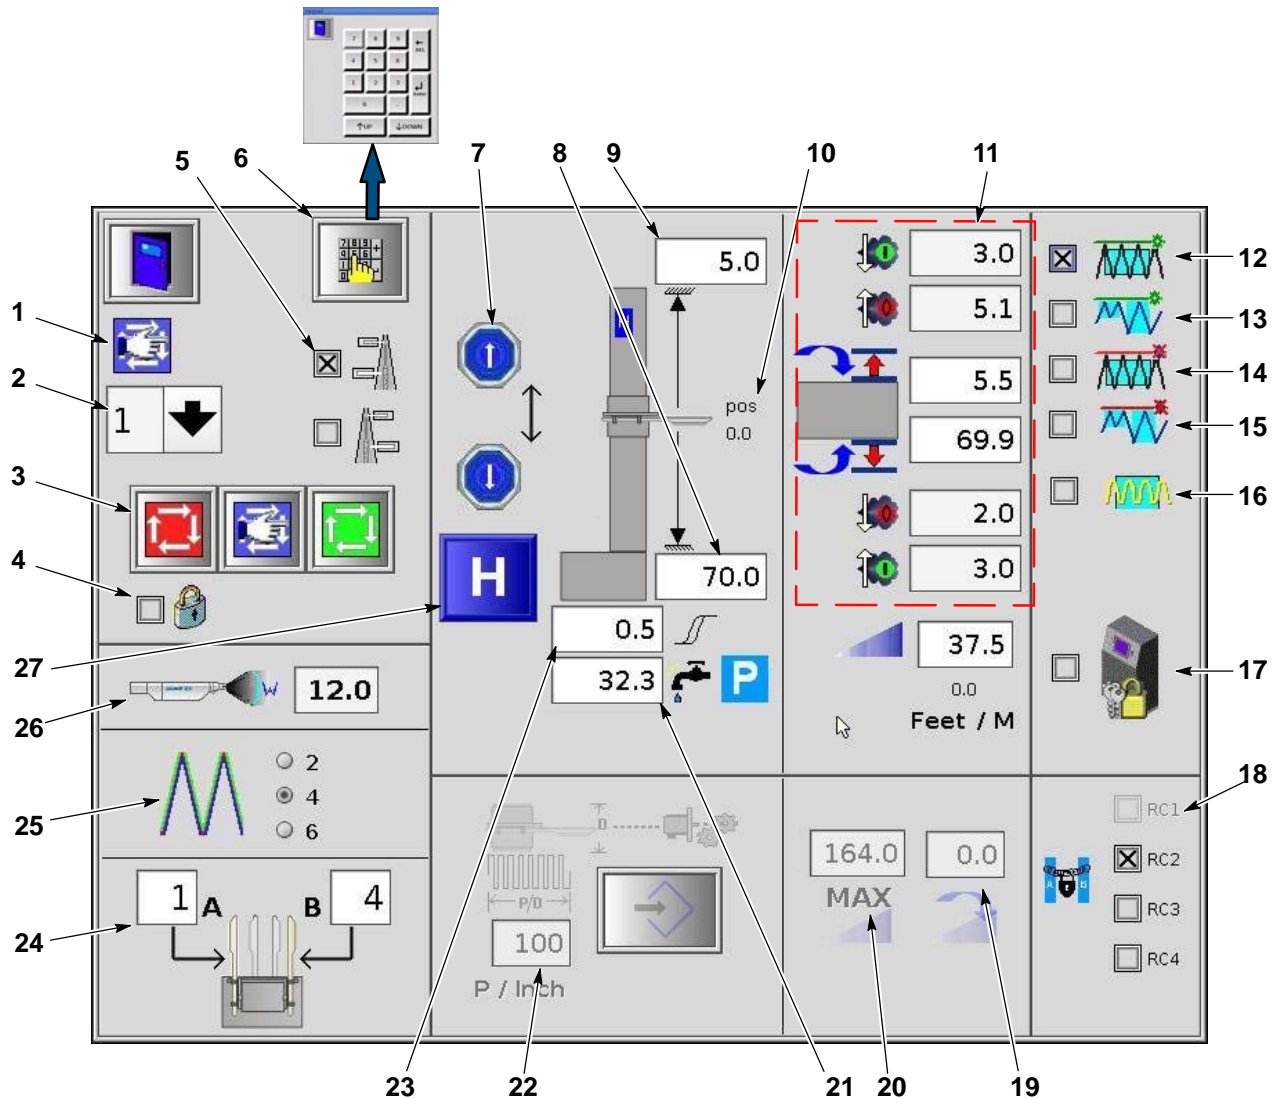

Bild 3-9 Menyn Konfigurering av travers
3. Tryck på inläringstangenten för att mata in traversens lägen. När inlärningsproceduren är klar, kör ner vagnen manuellt tills att det nuvarande läget visar (10, bild 3-9) visar 6 tum (eller något jämnt tal).
|  | Val av master/slav | Gör det möjligt att slavkoppla traverser till den aktuella traversen. Inställningarna som gjorts för mastern tillämpas då även för slavarna. I bild 3-9, travers RC2 är slavkopplad till travers RC1. |